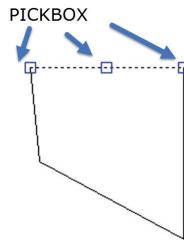

Figura 10: PICKBox com a aproximação do cursor
**Cursor de Seleção** é uma pequena flecha utilizada na seleção de comandos nas barras de ferramentas e barras de menus. Na Figura 10 há a indicação de cursores de seleção de comandos e de objetos.
**Cursor de Mira** utilizado na área gráfica para selecionar objetos ou pontos. O AutoCAD permite que usuário altere o tamanho do cursor. Na Figura 10 é mostrado algumas das representações do cursor na Área Gráfica de acordo com os requisitos de comando empregados.
**PickBox** pequeno quadrado utilizado para selecionar objetos durante um comando de edição. Ao aproximar o mouse de uma entidade os pontos ficam destacados como mostrado na Figura 10. O AutoCAD permite a alteração de tamanho e cor deste quadrado de seleção.